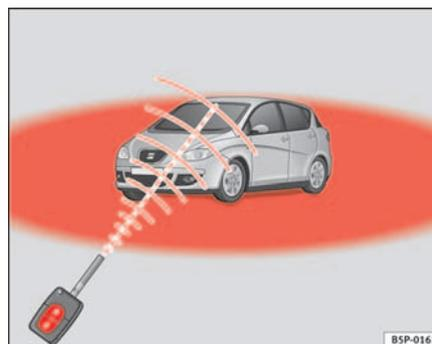

Fig. 65 Raggio d'azione del telecomando
- Il telecomando funziona soltanto se azionato all'interno del suo campo d'azione ⇒ pag. 102, fig. 65 (settore rosso).